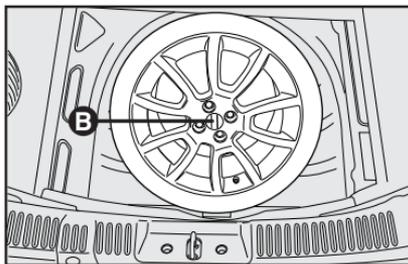

fig. 3
- Desatarraxar o dispositivo de bloqueio **B-fig. 3** e retirar a roda sobressalente;